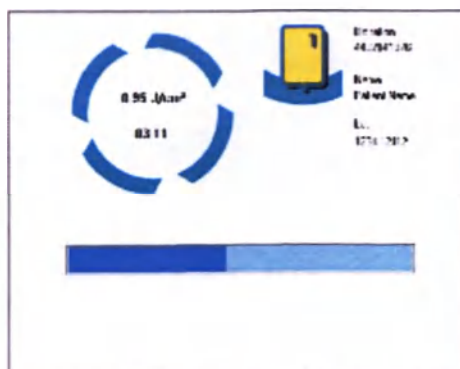

Рис. 49
1. Экран, отображаемый после запуска цикла облучения, показан на рис. 49.